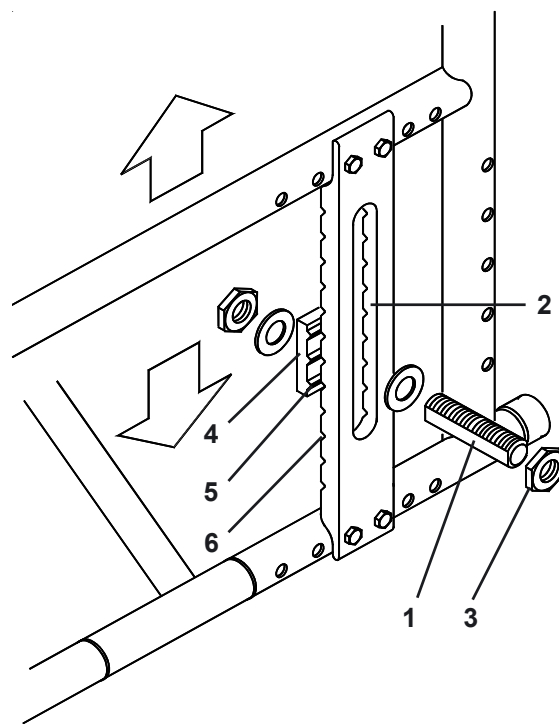

Fig. 37
La hauteur du siège peut être réglée en déplaçant le guide d'axe (1) à la verticale (Fig. 37) dans la fente de la plaque (2). Ceci permet un réglage de 114 mm par degrés de 13 mm. D'abord desserrer l'écrou de retenue extérieur de 28mm (3) suffisamment pour permettre au guide et à la plaque (4) de coulisser et placer le guide et la plaque à la hauteur requise en s'assurant que les clefs (5) soient bien positionnées dans leurs logements (6). Serrer l'écrou de retenue avec une clef (81 Nm).